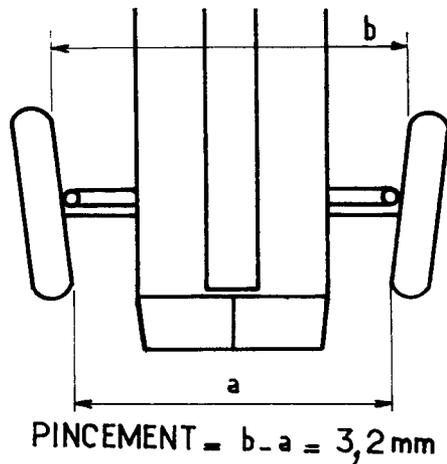

Fig. 10
- 4° Contrôler le pincement à l'aide d'une jauge de parallélisme en prenant pour base les jantes de roues (fig. 10).